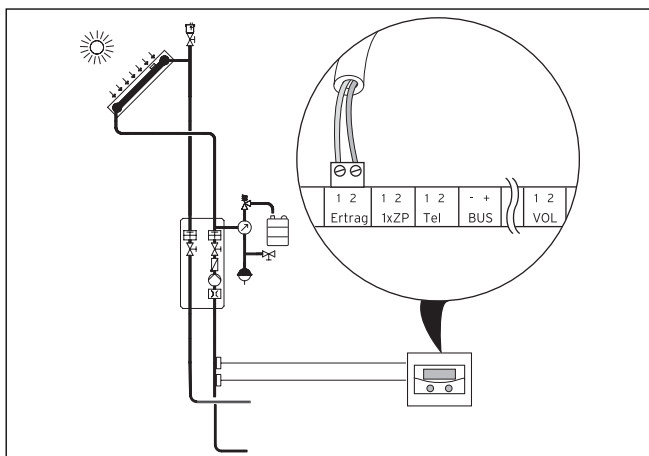

Fig. 4.31 Collegamento della sonda di ritorno
- Cablare la sonda di ritorno e l'unità di misurazione della portata nel circuito solare (sonda standard VR 10 come accessorio) come illustrato nella fig. 4.31.